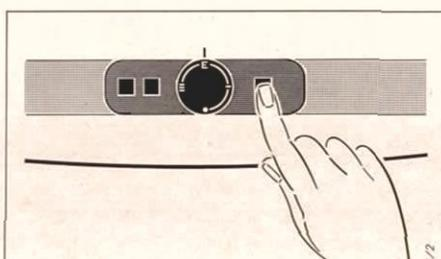

Abb. 20:
**Zur Schnellaufheizung** (z.B. nach größerer Wasserentnahme) ist die grüne Taste (2, Abb. 19) zu drücken, wie dies in Abb. 20 dargestellt ist. Die größere Speicherheizung wird eingeschaltet, die gelbe Signallampe (4) leuchtet zusätzlich.